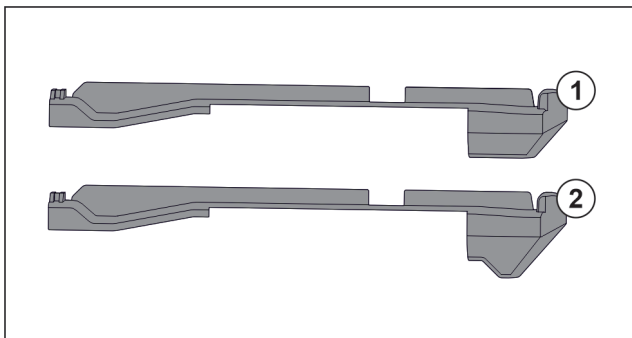

Fig. 69 Porovnanie násuvných dielov
V zariadení sa nachádzajú dva rozdielne násuvné diely. Násuvný diel nad spodnou zásuvkou Fig. 69 (2) má trojuholníkovú hranu. Všetky ostatné násuvné diely Fig. 69 (1) majú rovnú hranu.
- ▶ Namontujte násuvný diel Fig. 69 (2) s trojuholníkovou hranou nad spodnú zásuvku.
- ▶ Namontujte násuvný diel Fig. 69 (1) s rovnou hranou na všetky ostatné miesta.